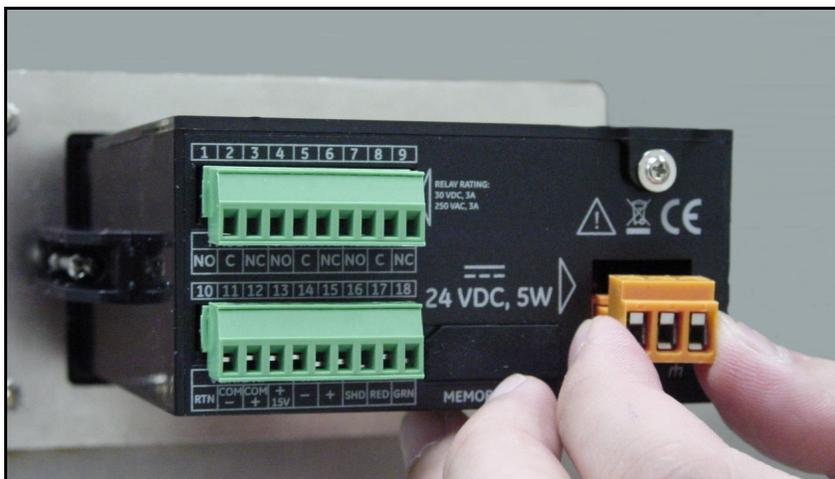

Figura 41: Rimozione del connettore CC
1. Rimuovere il connettore CC dal pannello posteriore (vedere Figura 41).